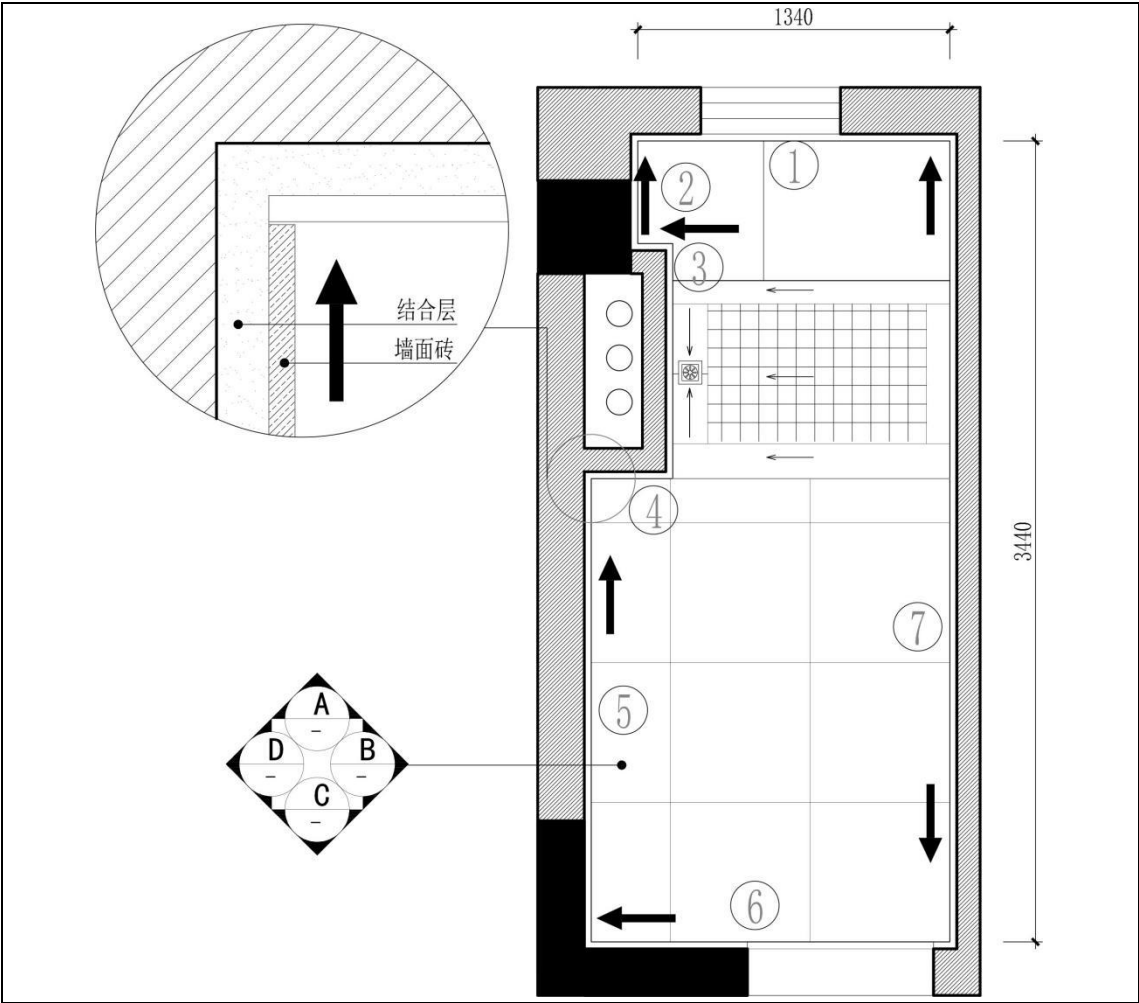

图 1 立面材料索引、铺砖顺序图
### 13. C12 铝扣板吊顶灯位深化 (附图 1)
| <p>图 1 铝扣板天花灯位深化</p>                                                              | <p>铝扣板安装照片</p>                                                                     |
| <p>图 1 卫生间综合索引图</p>                                                                  |                                                                             |
2. D1 墙砖排版深化（图 1）